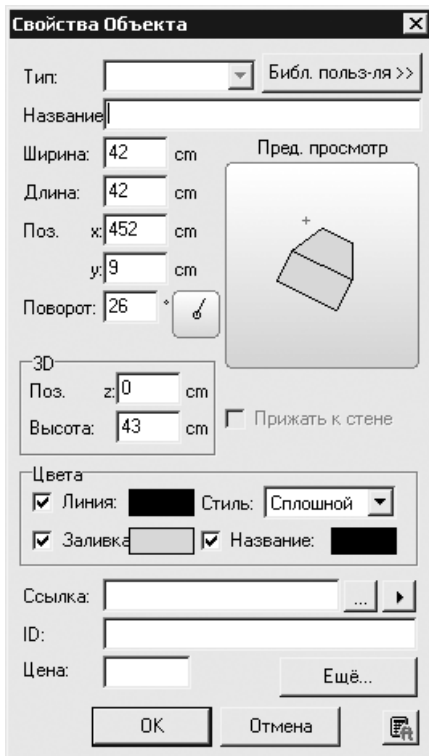

Рис. 9.26
11. Для поворота предмета и более точного придания ему определенного положения дважды щелкнуть на нем кнопкой мыши — откроется окно Свойства Объекта (рис. 9.26), в котором можно определить ориентацию объекта, его размеры и многие другие характеристики и параметры.